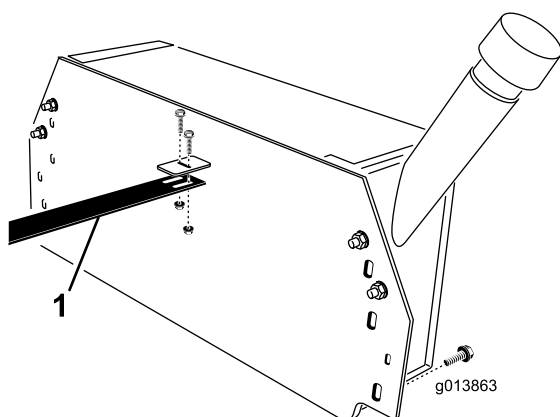

Figure 9
30. À l'aide de deux boulons 1/4 x 3/4" et contre-écrous à embase, fixez le guide de flexibles au support sur le réservoir hydraulique (Figure 9).